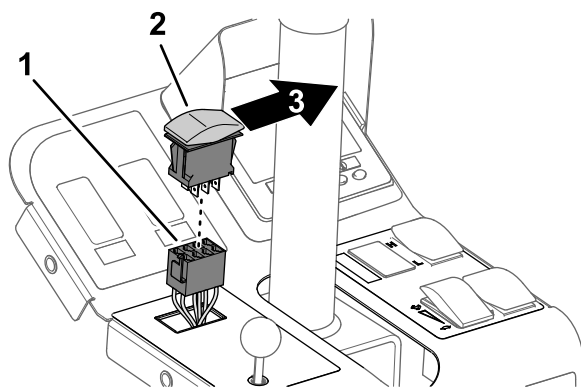

**Figura 8**
1. Retire los 6 tornillos con arandela prensada (1/4" x 5/8") que sujetan la tapa a la columna de dirección, y retire la tapa (Figura 8).
- Desde debajo del panel de la columna de dirección, retire el tapón del interruptor de dirección de la columna de dirección, como se muestra en Figura 8.